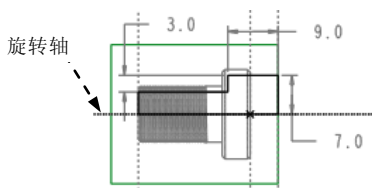

图 24.5 截面草图
(1) 定义草绘截面放置属性。右击，从系统弹出的菜单中选择 **定义内部草绘...** 命令；选取 MOLD_RIGHT 基准平面为草绘平面，选取 MAIN_PARTING_PLN 基准平面为草绘参考。方位为 **下**，单击 **草绘** 按钮，至此系统进入截面草绘环境。
(2) 进入草绘环境后，绘制图 24.5 所示的截面草图。完成特征截面的绘制后，单击“草绘”操控板中的“确定”按钮 。